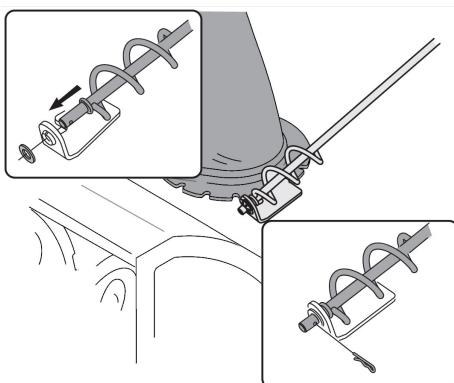

Рис. 15 Установка рычага в кронштейн на кожухе шнеков
- извлеките из переднего конца рычага шплинт и снимите шайбу. Вставьте передний конец рычага в кронштейн на кожухе шнеков закрепите его с помощью только что снятой плоской шайбы и шплинта (Рис. 15). После установки шплинта разогните его концы.